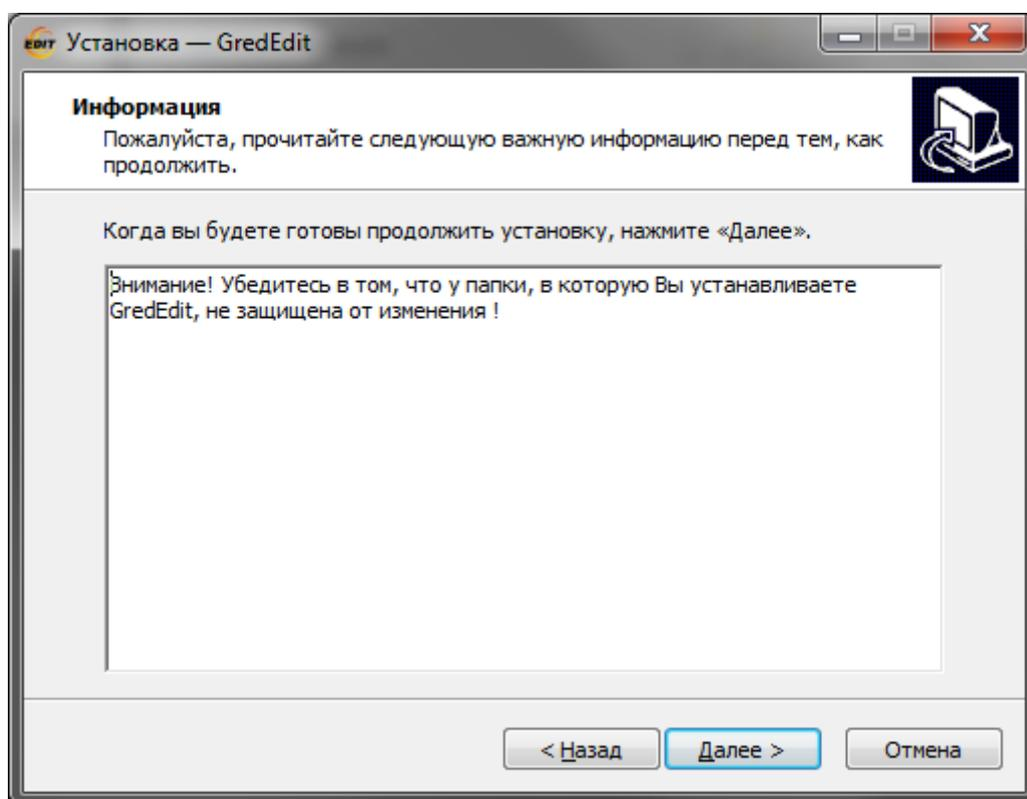

Рисунок 3.4 – Окно «Информация»
3. В окне «**Информация**» ознакомьтесь с дополнительными данными о настройках необходимых для корректной установки редактора (Рисунок 3.4).